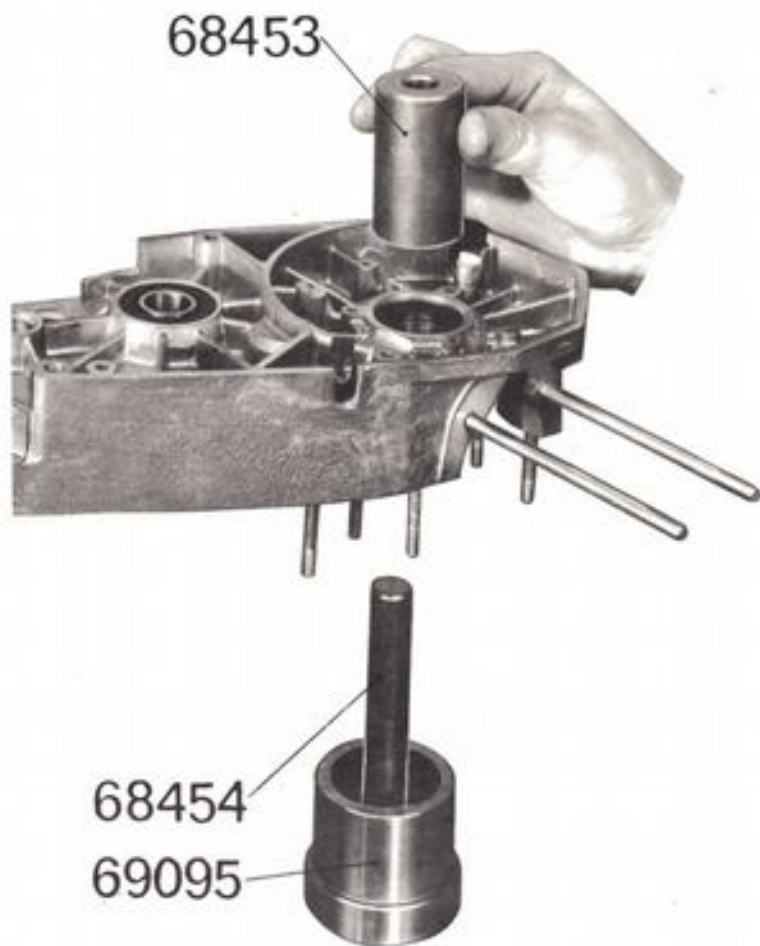

Figure 56
- Chasser l'ensemble joint et roulement à l'aide de l'outil n° 68453 (figure 56).